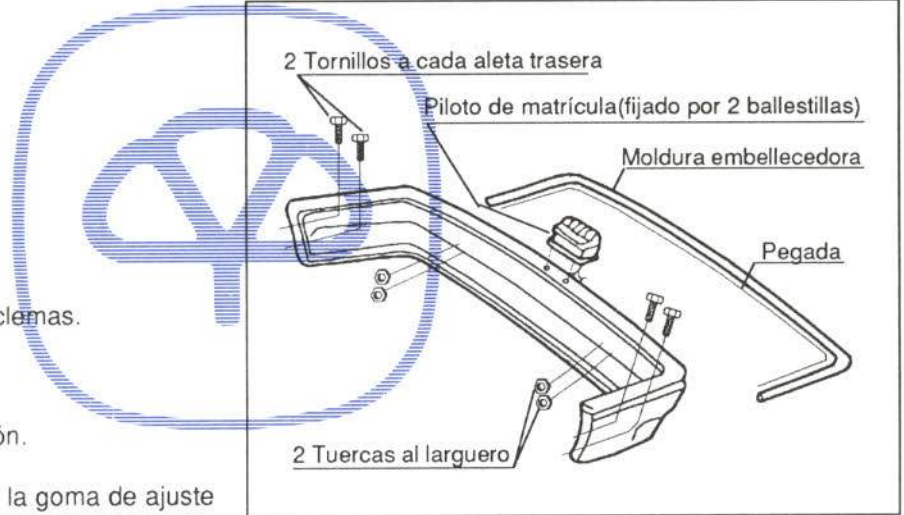

Figura 52.- Fijación del paragolpes
En la figura 52 se muestra su fijación.
- Paragolpes (figura 52)